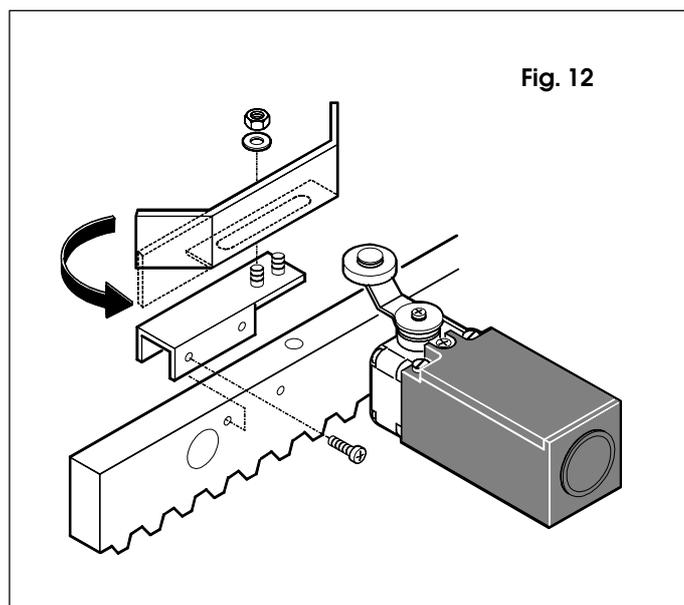

Fig. 12
- 8) Après avoir programmé le temps de ralentissement et/ou de freinage (voir instructions de l'armoire 748D), il pourrait être nécessaire de corriger légèrement la position des plaquettes, au cas où les points d'arrêt ne correspondraient pas à vos attentes. Si vous effectuez cette opération, il est absolument nécessaire que vous contrôliez que le portail ne s'arrête jamais à moins de 2 cm des fins de course mécaniques et que la roulette de fin de course électromécanique est au moins à 2 cm de la fin de la zone rectiligne de la plaquette; agir éventuellement sur le temps de ralentissement et/ou redresser la partie profilée finale de la plaquette même (voir fig. 12).